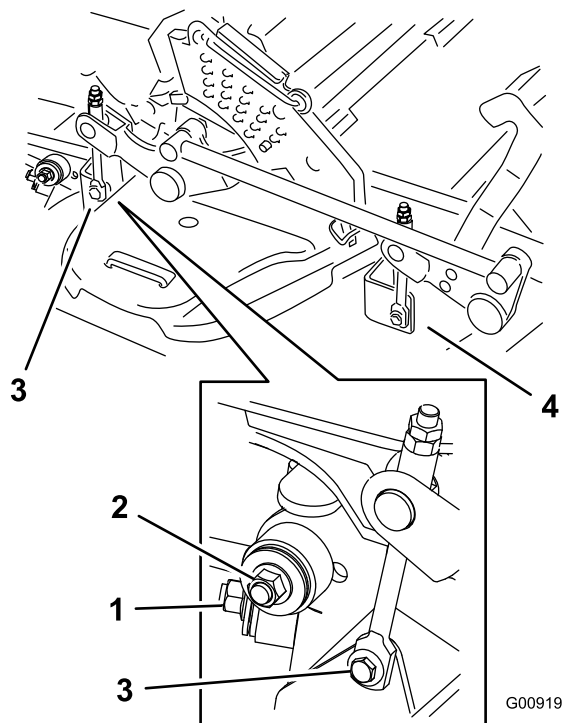

Figura 104
8. Retire y guarde los herrajes de ambos lados de la carcasa, según se muestra en Figura 104.